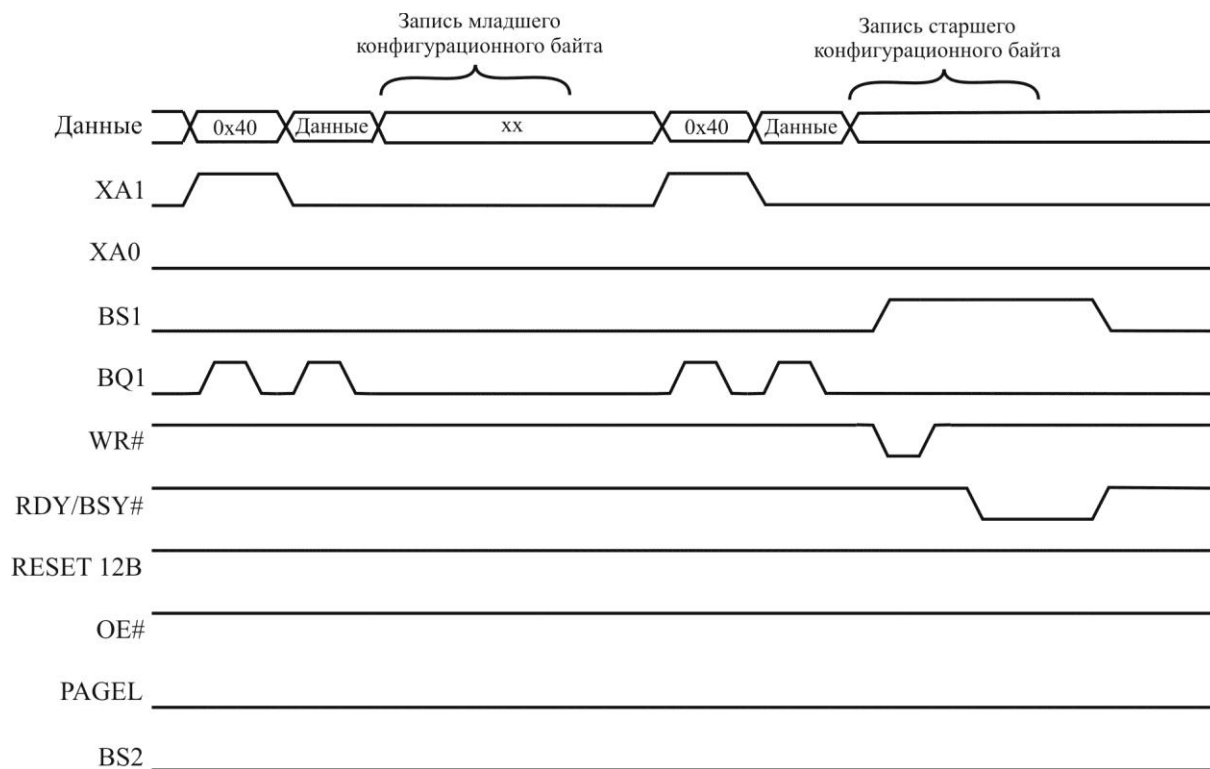

Рисунок 3.113 – Временная диаграмма программирования конфигурационных байтов
1. Загрузить команды «0100 0000» (см. рисунок 3.113).
1. Загрузить команду «0100 0000» (см. рисунок 3.113).